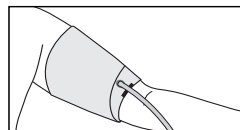

Рис. 10
6. Если рука полная и имеет выраженную конусность, то рекомендуется надевать манжету по спирали, как показано на рисунке (рис. 10).